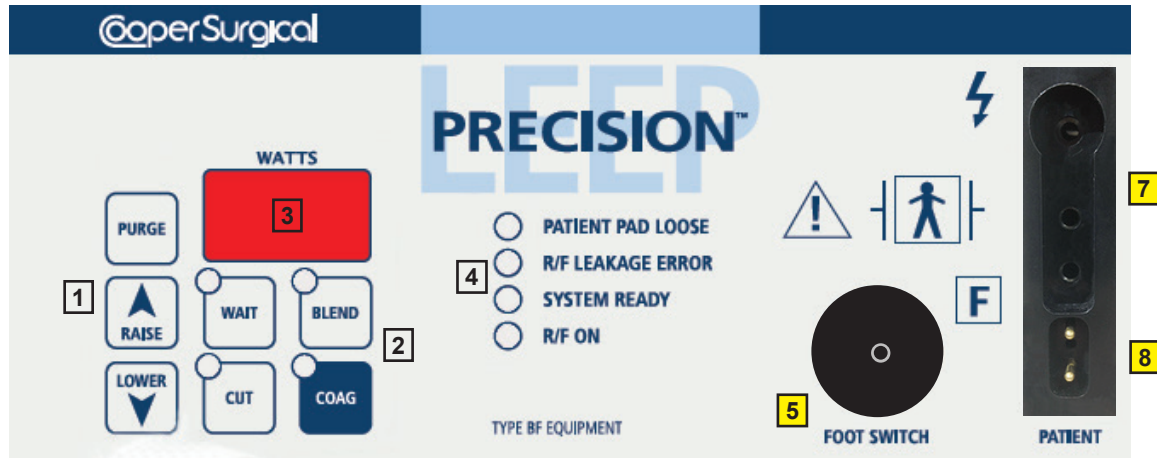

Figure 2
Si souhaité, brancher la commande au pied à la prise **5** illustrée à la Figure 2.
- Relier l'électrode active à la prise **7** illustrée à la Figure 2.
Un adaptateur électrochirurgical de 4 mm réutilisable est fourni avec le système intégré LEEP PRECISION (dans la boîte du générateur LEEP PRECISION). Utiliser l'électrode à commande au pied avec l'adaptateur. L'électrode se branche dans l'adaptateur lui-même branché ensuite dans la prise **7** illustrée à la Figure 2.
- Relier l'électrode dispersive à la prise **8**. Se reporter à la Figure 2.